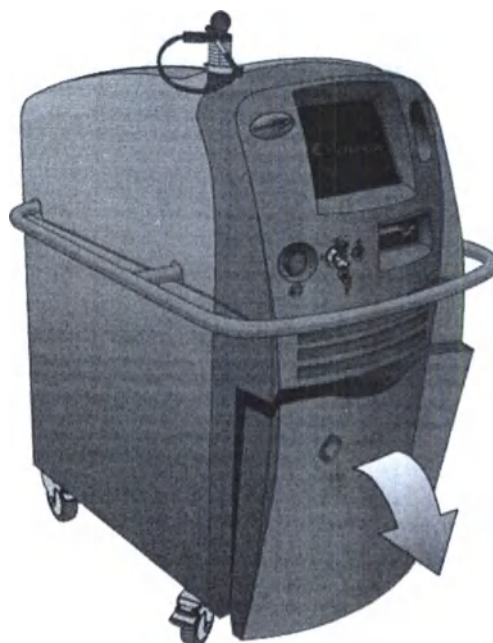
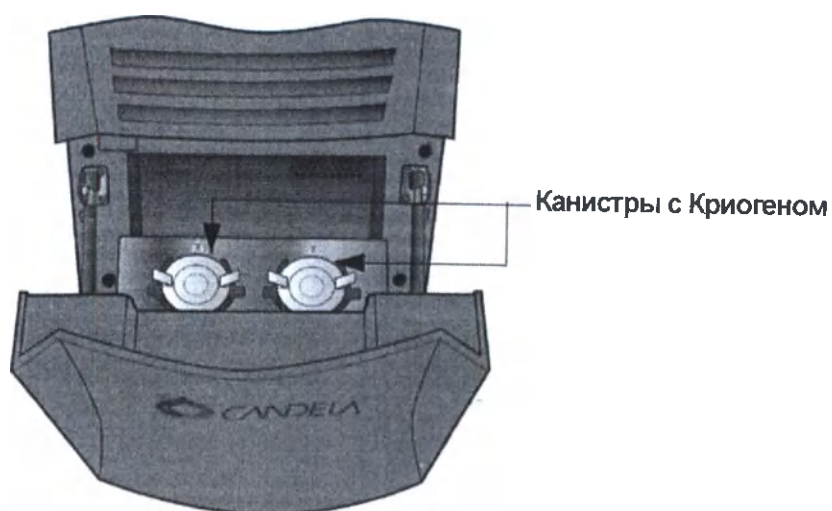

Рисунок 4-8: Откройте дверцу DCD
Рисунок 4-9: Канистры с Криогеном Внутри Ящика DCD
2. Взявшись за ручку на передней поверхности лазера, и тяня дверцу на себя, откройте переднюю дверцу DCD (смотрите **Рисунок 4-8**), чтобы увидеть канистры с криогеном (смотрите **Рисунок 4-9**).